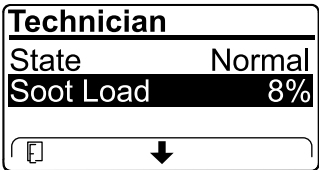

Figura 45
- Veja a carga de fuligem que é medida como percentagem de fuligem no DPF (Figura 45); consulte a tabela de carga de fuligem.